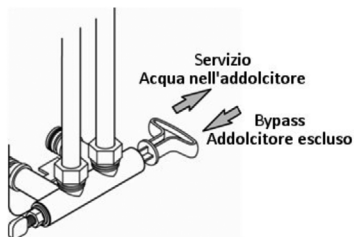

Figura 5 - Funzionamento del bypass
Attenzione: Utilizzare le guarnizioni adatte per collegare l'impianto idraulico al bypass. Rispettare l'ingresso (IN) e l'uscita (OUT) come indicato sulla testata della valvola dell'addolcitore. Una volta installato, fare riferimento alla Figura 5 e al paragrafo Regolazione della durezza residua tramite la valvola di bypass per il funzionamento del bypass.
4. Posizionare il bypass in posizione di servizio (Figura 5) avendo cura di eseguire la manovra delicatamente onde evitare un aumento troppo rapido della pressione nell'addolcitore.